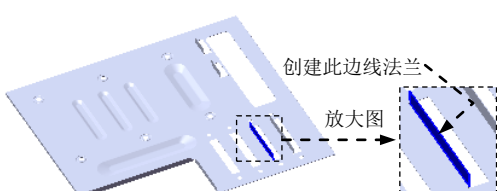
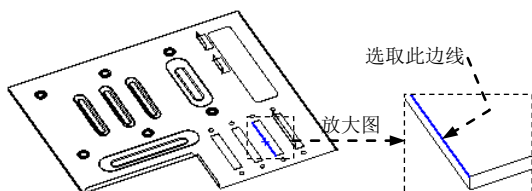

图 17.10.109 创建边线—法兰 8
图 17.10.110 定义特征的边线
Step33. 创建图 17.10.109 所示的边线—法兰 8。选取图 17.10.110 所示的模型边线为生成的边线法兰的边线。详细过程请参见 Step32。